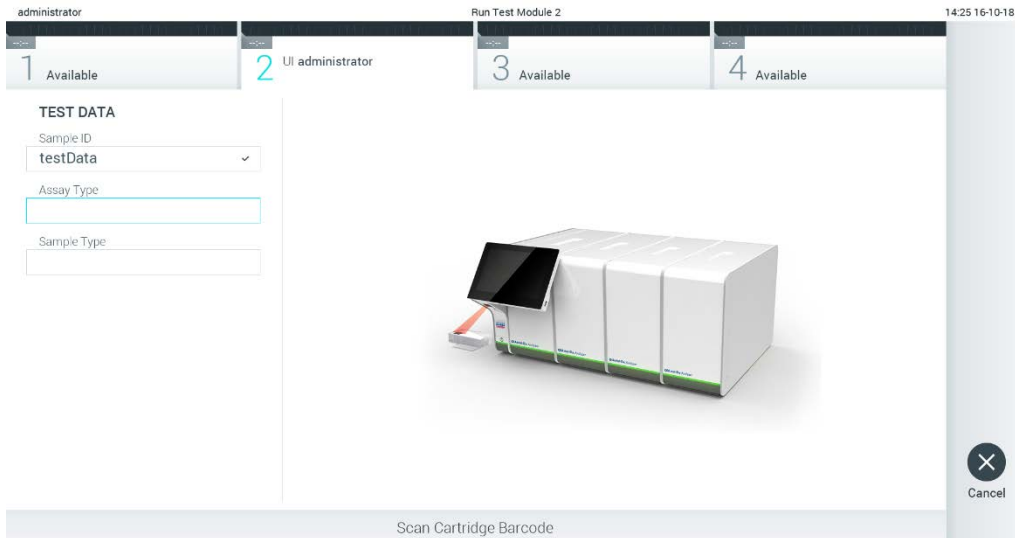

Figura 24. Digitalização do código de barras do cartucho de ensaio QIAstat-Dx.
3. Quando solicitado, digitalize o código de barras do cartucho de ensaio QIAstat-Dx a utilizar. O QIAstat-Dx Analyzer 1.0 reconhece automaticamente o ensaio a executar com base no código de barras do cartucho de ensaio QIAstat-Dx (Figura 24).